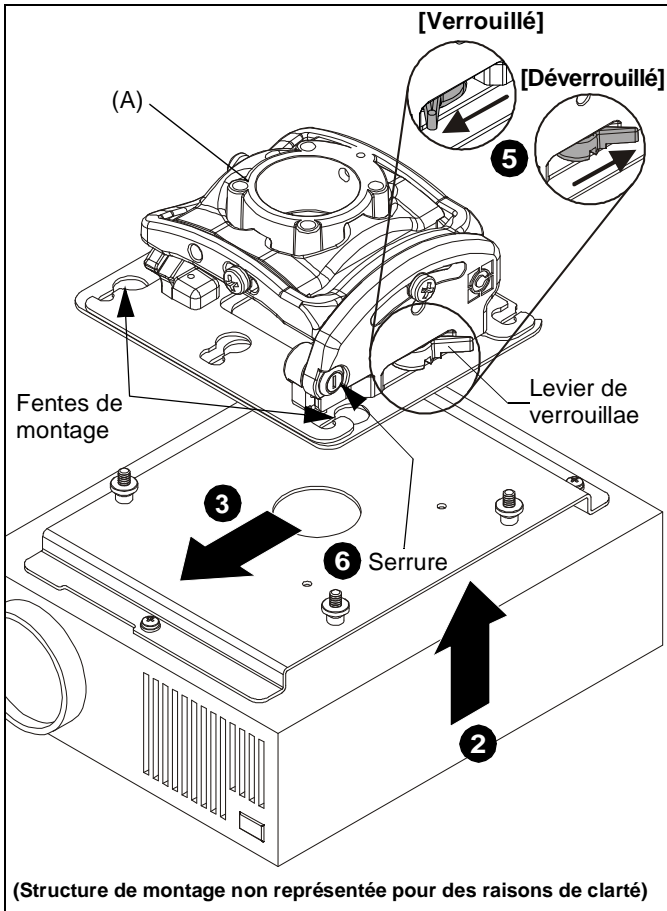

Figure 11
2. Soulevez le projecteur afin que les vis et les écrous à ailettes soient alignés aux fentes de fixation dans la base de montage. (Voir la Figure 11)
5. Faites passer le levier de verrouillage en position « VERROUILLÉ ». (Voir la Figure 11)